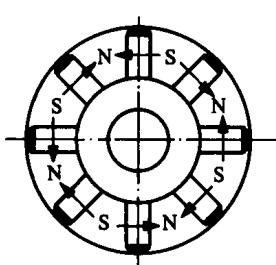

**Figure 1**
- réluctant, à pôles saillants (puissances de 100 W à 200 kW) (Fig. 1)